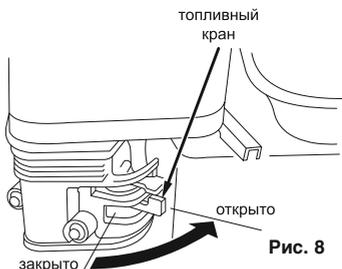

Рис. 8
- 8.7.6. Перевести топливный кран в положение «Открыто» (крайне правое) (кроме насоса WP101), см. рис. 8.